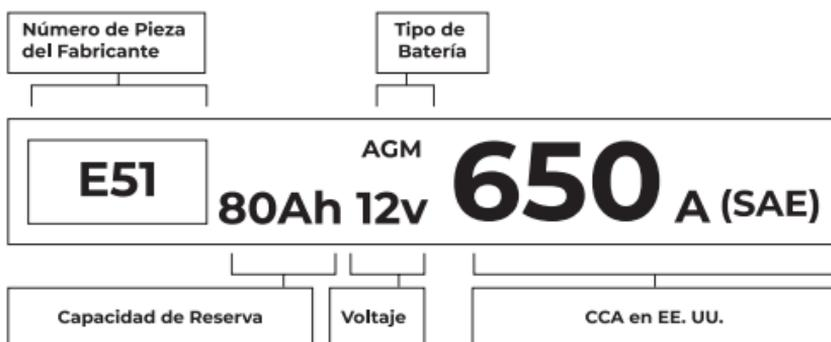

Figura 4.1.3
**Usemos la Figura 4.1.3 como ejemplo:**